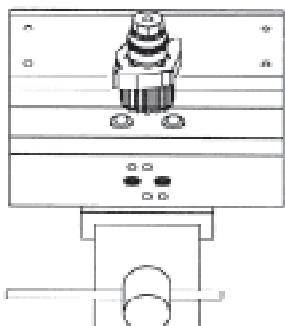

Bild 21
- S'assurer que l'octi cam (1) est dans la bonne position comme indique figure 21.